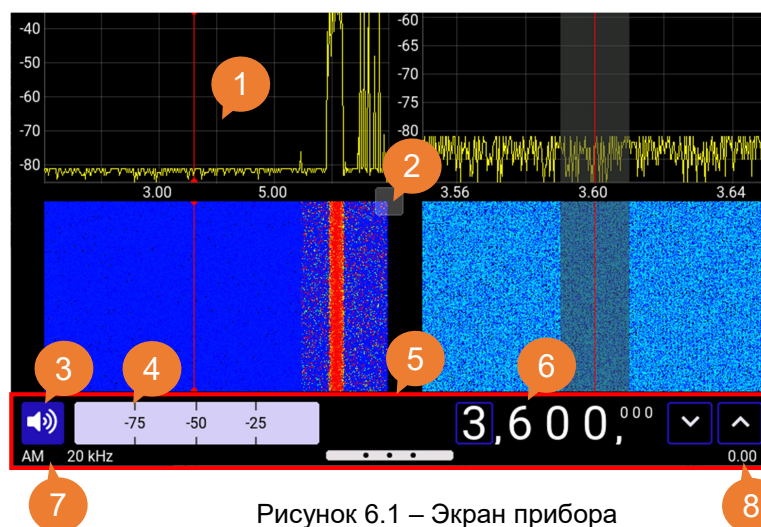

Рисунок 6.1 – Экран прибора
С помощью переключателя «**Start muted**» можно активировать режим включения приемника с выключенным встроенным динамиком. Также включить и выключить звук из интерфейса приемника можно с помощью кнопки управления громкостью (3) рисунок 6.1. При однократном нажатии на кнопку S-метр (4) замещается ползунком регулировки громкости. При длительном нажатии и удержании кнопки управления громкостью происходит включение (если звук был выключен) звука и наоборот.